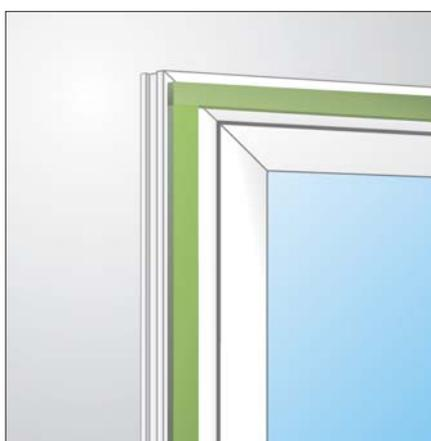

рис.3. Прокладывание ленты при монтаже окна
- В углах ленту повернуть на 90 градусов и с силой прижать ленту (Рис. 3).